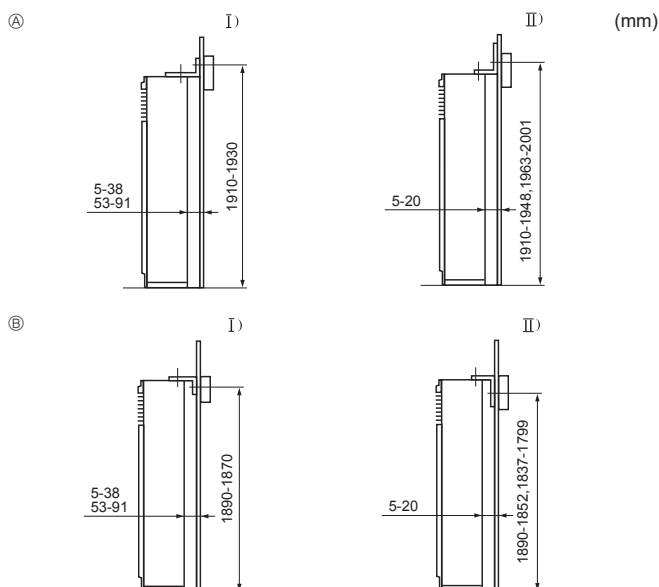

Fig. 3-3
- ① Soporte antibasculante
El soporte antibasculante ① se fija en la superficie superior de la unidad. Saque los tornillos ② y vuelva a colocar el soporte como muestra la ilustración. Con respecto a las distancias de instalación apropiadas, consulte la Fig. 3-3.
- Ⓨ Extraiga el tornillo ② y tire de la rejilla hacia delante para extraerla.
3.3. Montaje del soporte antibasculante (Fig. 3-3)